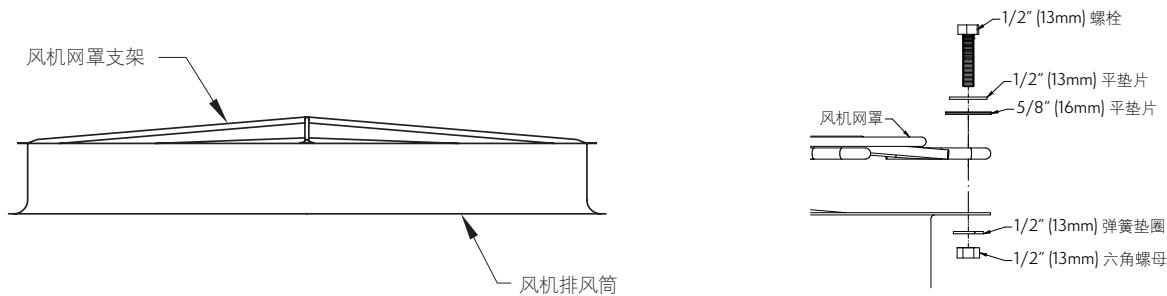

图 24 – 风机网罩支架和风机网罩的安装
1. 将风机网罩支架架在排风筒顶部（见图24）。
4. 把风机网罩的每一个孔和排风筒上的孔固定在一起（见图24）。在支架与排风筒相接触的4个点上，用螺栓将支架、排风筒和风机网罩连接在一起。